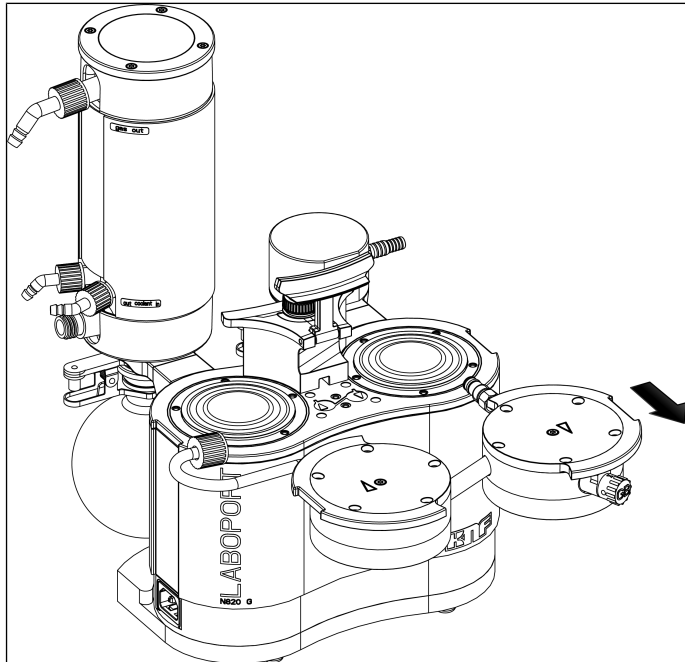

Fig.14: Retirada de los cabezales
3. Retirar los cabezales de la bomba con cuidado hacia el lado (ver Fig. 14).